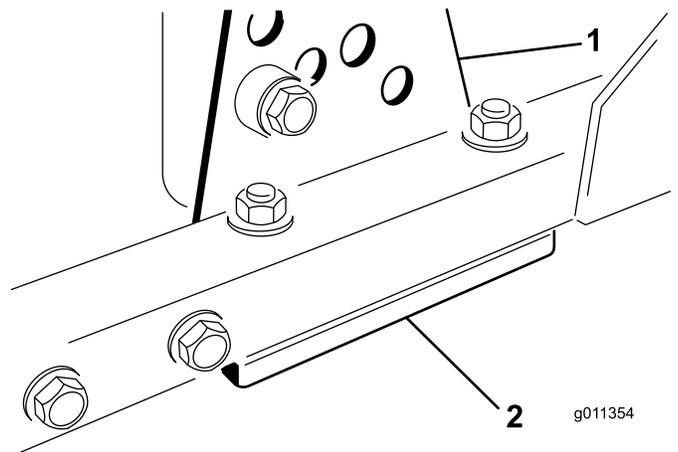

Bild 70
1. Entfernen Sie die Schnitt Höhen-Einstellhalterung (vorne, links oder rechts) vom Mähwerkrahmen (Bild 70).
2. Führen Sie 1,5-mm- und/oder 0,7-mm-Beilagscheiben zwischen dem Mähwerkrahmen und der Halterung ein, um die gewünschte Schnitthöhe zu erhalten (Bild 70).